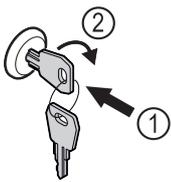

Fig. 152
- ▶ Insérer la clé. Fig. 152 (1)
- ▶ Tourner la clé à 90° dans le sens horaire. Fig. 152 (2)